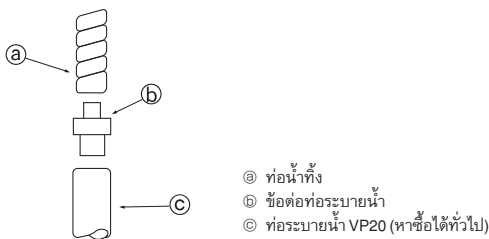

Fig. 5-1
5.1. งานเดินท่อระบายน้ำ (Fig. 5-1)
- เมื่อเชื่อมต่อ VP20 ให้ใช้ข้อต่อท่อระบายน้ำ ⑤ แล้วยึดข้อต่อเข้ากับท่อให้แน่นด้วยเทปกาวยาวใส เพื่อป้องกันการรั่วไหล